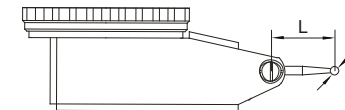

Abb.6
3. Jeder Typ von Messuhr verfügt über eine bestimmte Taststiftlänge (L, Abb. 6). Wenn die Länge nicht korrekt ist, kommt es zu Messfehlern. Die richtige Taststiftlänge entnehmen Sie bitte der folgenden Tabelle.